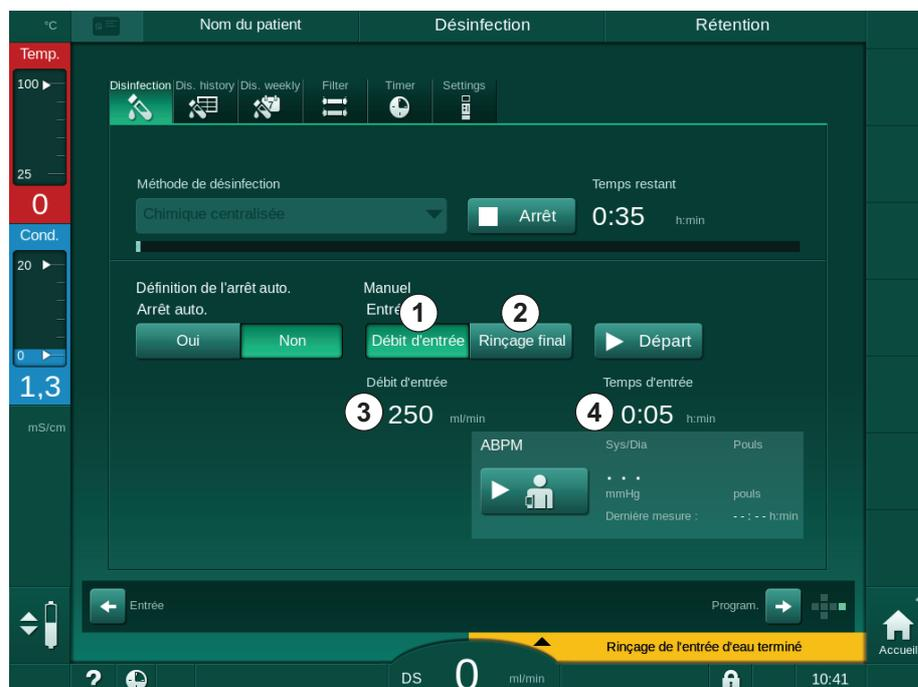

Fig. 7-11 Désinfection chimique centralisée manuelle
Durant la première partie de cette méthode de désinfection, le désinfectant est récupéré depuis l'alimentation centralisée en eau et pompé à travers l'appareil (Fig. 7-11, ①). Le débit d'entrée ③ et la durée d'entrée ④ sont